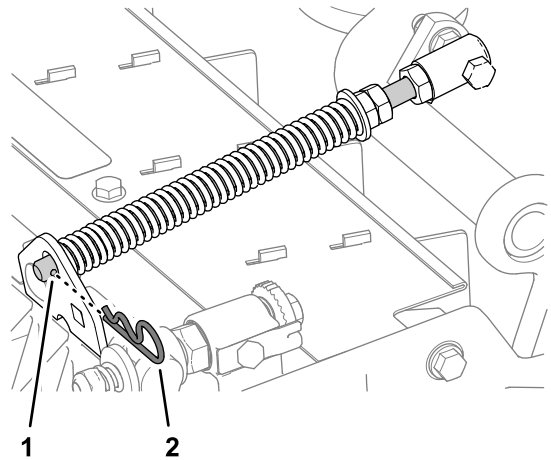

Figura 15
2. Asegúrese de que el pasador de horquilla está instalado en el taladro del extremo de la varilla del muelle (Figura 15).